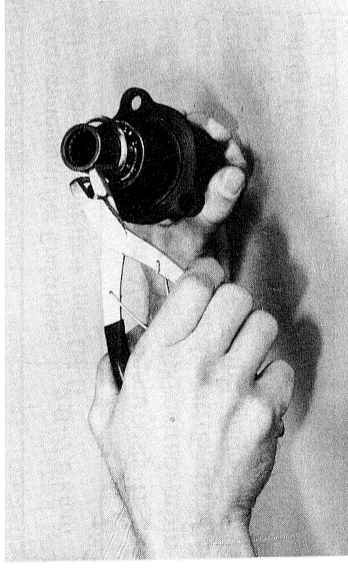

Abb. 8-38
- Das Verbindungsstück gegen die Feder hineindrücken und den Sprengring einsetzen. (Abb. 8-38)